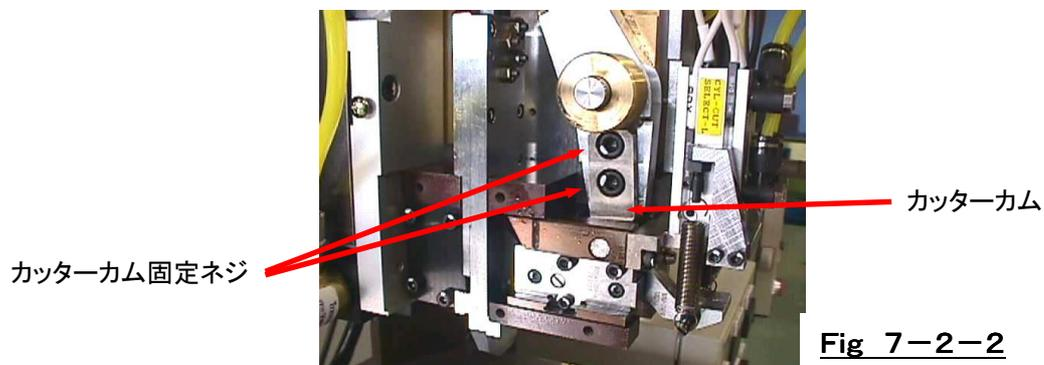

Fig 7-2-2
- ② カッターカム固定ネジを外して下さい。 [Fig 7-2-2]